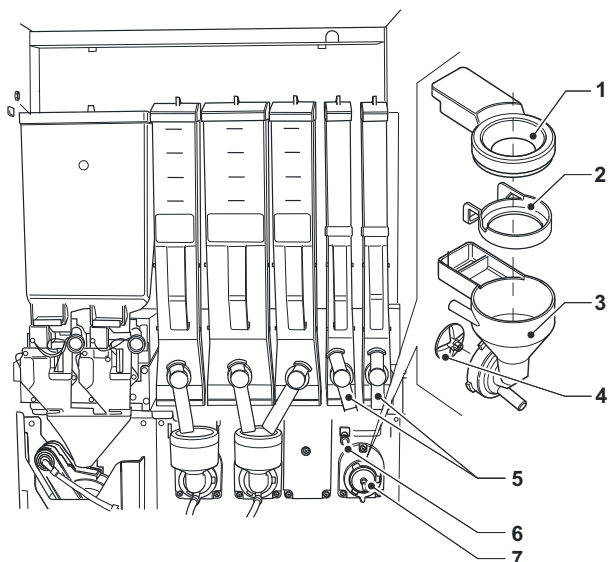

Рис. 9
- Снять (см. Рис. 9) с миксера раструбы для порошка, воронки для подачи воды, воронки для порошка и лопасти миксеров.